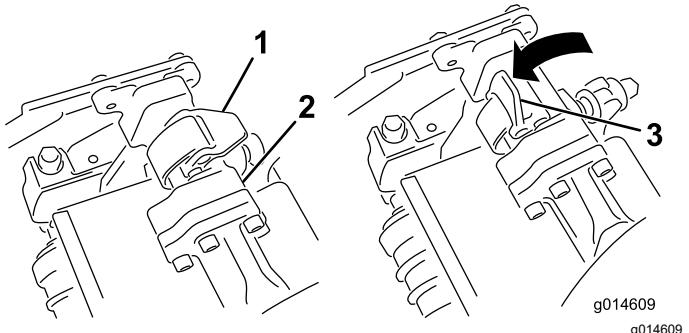

Figura 54
3. Con i fermi del braccio di sospensione rivolti verso l'alto (cioè aperti) (Figura 54), premete il braccio di sospensione verso il basso in modo che la barra si inserisca nella barra della parte superiore dell'apparato di taglio (Figura 55).
4. Chiudete i fermi spostandoli verso il basso e attorno alla barra dell'apparato di taglio, quindi bloccateli in posizione (Figura 54).
4. Aprite i fermi sulla barra del braccio di sospensione dell'apparato di taglio che state rimuovendo (Figura 54).